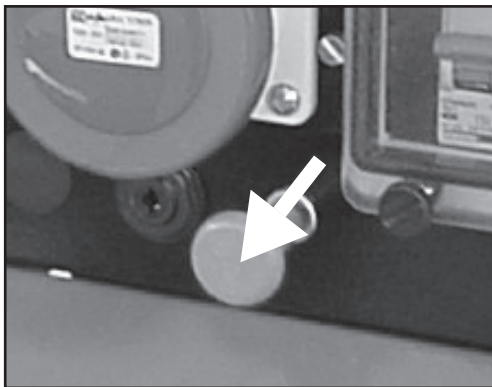

Abb. 8
3) Version P9000 - WP230: den Griff auf der Steuertafel ziehen (siehe Abb. 8); Abwarten bis der Motor komplett abgeschaltet ist. Danach den Schlüssel wieder in die Position „OFF“ drehen